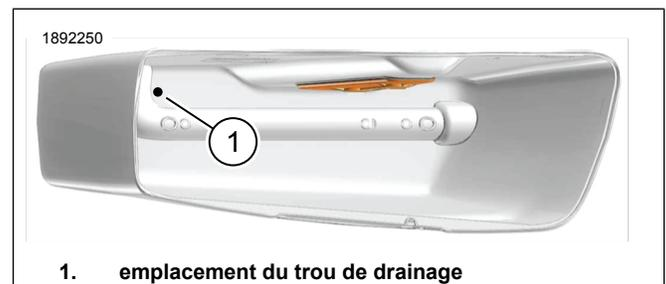

Figure 3. Placement du trou de drainage de la sacoche droite
Percez le trou de drainage Figure 3 (1) à l'emplacement indiqué.